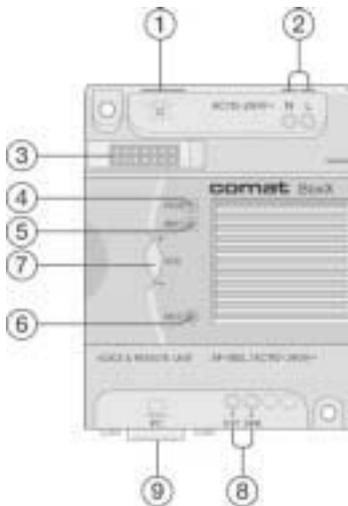

Рис. 6.1 Вид речевого модуля AF-MUL
5. Замкните на одну секунду ключ к3. На AF-MUL зажжется индикатор красного цвета, показывающий режим записи (рис. 6.1, поз. 5).
Произнесите сообщение: „Пожалуйста, введите пароль“ в микрофон MIC (рис.6.1, поз 6). Замкните ключ к4 на одну секунду. Микрофон отключится. Одновременно Вы услышите только что записанное сообщение.
6. Замкните ключ к3 на одну секунду. Зажжется индикатор красного цвета, показывающий режим записи (рис. 6.1, поз. 5).
Произнесите ваше сообщение: „Пароль правильный. Пожалуйста, введите команду управления” в микрофон MIC (рис.6.1, поз 6).